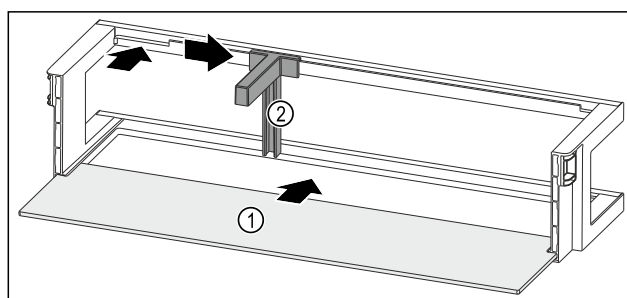

Fig. 92 Półka w drzwiach z półką
- ▶ Wsunąć półkę Fig. 92 (1) w boczne wycięcia.
- ▶ Włożyć uchwyt butelek Fig. 92 (2) do zagłębienia.
- ▶ Przesunąć uchwyt butelek Fig. 92 (2) na wybraną pozycję na bok.